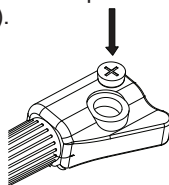

fig.2
---Placer la pile CR2032 dans le logement de la pile, le côté positif de la pile (+) doit être orienté vers l'extérieur (fig.2).